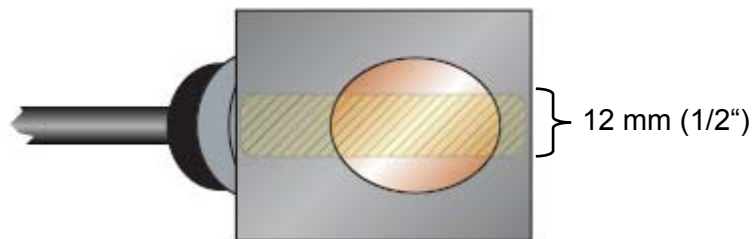

Abb. 25: Auftragen des Kopplungsgels
Bei DTTN-, DTTH- und DTTL-Sensoren ist ein einzelner Tropfen Kopplungsgel (ca. 12 mm breit) auf die flache Sensoroberfläche aufzutragen. Siehe Abb. 25. Im Allgemeinen ist als akustisches Kopplungsgel ein Schmiermittel auf Silikonbasis zu empfehlen.
- 5) Bei DTTN-, DTTH- und DTTL-Sensoren ist ein einzelner Tropfen Kopplungsgel (ca. 12 mm breit) auf die flache Sensoroberfläche aufzutragen. Siehe Abb. 25. Im Allgemeinen ist als akustisches Kopplungsgel ein Schmiermittel auf Silikonbasis zu empfehlen.
- 4) Einen ca. 12 mm dicken Tropfen Kopplungsgel auf die flache Sensoroberfläche auftragen. Siehe Abb. 25.